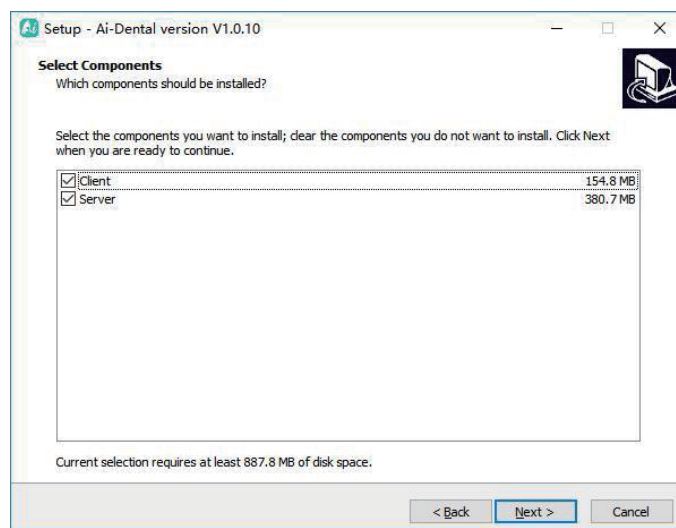

Figure 6
3.1.5 Sélectionner les composants. L'utilisateur sélectionne le composant correspondant selon ses besoins, puis clique sur le bouton "Suivant", comme le montre la figure 6 :